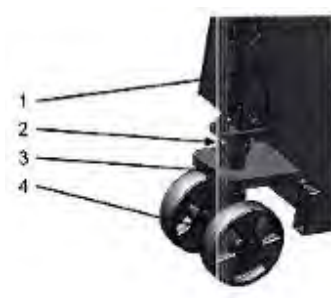

Рисунок 6.
- Соедините рукоять управления и рулевые колеса 2-мя болтами. Плотнo затяните болты с обеих сторон (рисунок 6).